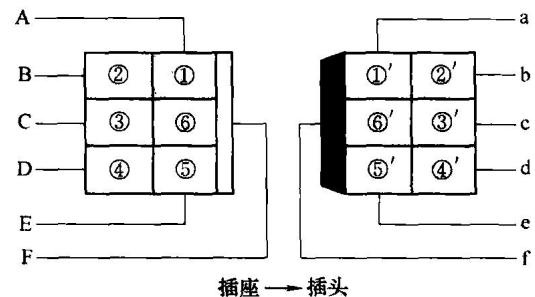

图 1-12 插接器的连接方法
(2) 插接器的连接方法 插接器接合时，应把插接器的导向槽重叠在一起，使插头和插孔对准，然后平行插入即可十分牢固地连接在一起。插接器连接后，其导线的连接如图 1-12 所示。例如，A 线的插孔①与 a 线的插头①'是配对的，其余以此类推。
(3) 插接器的断开方法 断开插接器时，首先要解除闭锁。然后把插接器拉开，不允许在未解除闭锁的情况下用力拉导线，这样会损坏闭锁装置或连接导线。有些插接器用钢丝扣锁止，取下钢丝扣后才能将插接器拔开。
(4) 插接器的拆装与检测 在插接器端子有接触不良或断线故障时，可将插接器分解，用小螺钉旋具或专用工具从壳体中取出导线及端子，进行修理或更换。